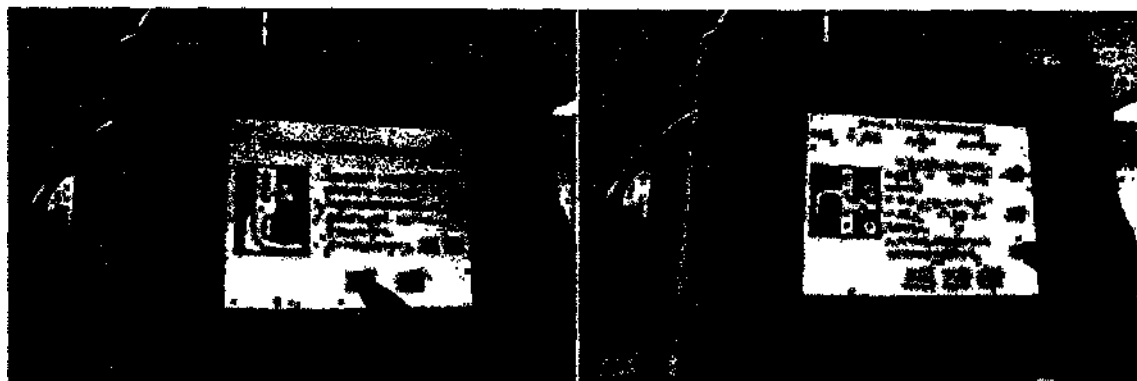

Рисунок 96 Настройка высоты детектора относительно стола снимков
16. Регулируем высоту подъема детектора относительно стола снимков. Заходим в настройки, пароль: 688889 (см. рис. 96).